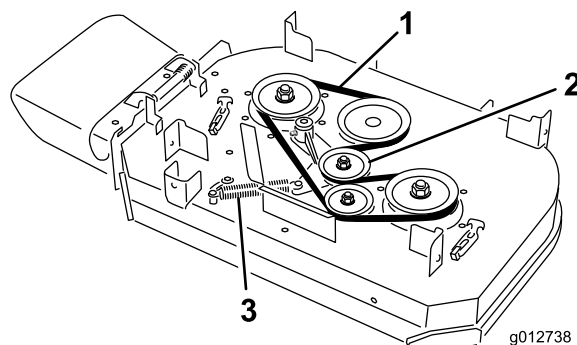

Figure 63
4. Décrochez le ressort du tenon d'ancrage sur le bras de la poulie de tension (Figure 63).
5. Enlevez la courroie usée du plateau de coupe (Figure 63).
6. Montez la courroie neuve sur la poulie d'embrayage, les poulies du plateau de coupe et la poulie de tension (Figure 63).
7. Accrochez le ressort au tenon d'ancrage sur le bras de la poulie de tension (Figure 63).
8. Accrochez le ressort au tenon d'ancrage sur le bras de la poulie de tension (Figure 63).